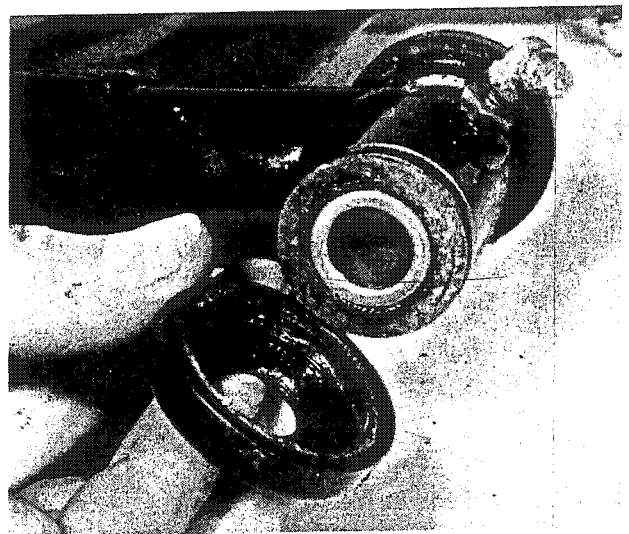

Bild 229
- Die Staubschutzkappen an beiden Seiten der Schwingenenden abnehmen (Bild 229). Auf die Lippendichtringe in den Kappen achten. Die beiden Lagerbuchsen austreiben (Bilder 230, 231).